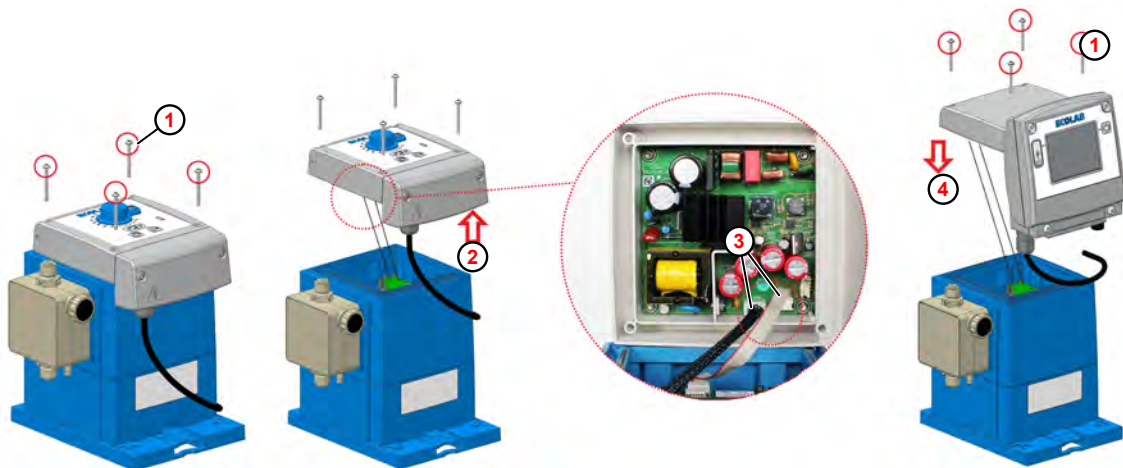

Fig. 33: Passaggio a EcoAdd
- ① Vite di fissaggio
- ② Smontare la centralina di comando
- ③ Spina
- ④ Montare la centralina di comando
**1.** ▶ Allentare le viti di fissaggio ( Fig. 33 , ① ) della centralina di comando **EcoUp** con una chiave Torx (TX25).
**2.** ▶ **EcoUp**- Estrarre la centralina di comando verso l'alto ② .
**3.** ▶ Staccare le due spine ③ della parte inferiore della centralina di comando **EcoUp**.